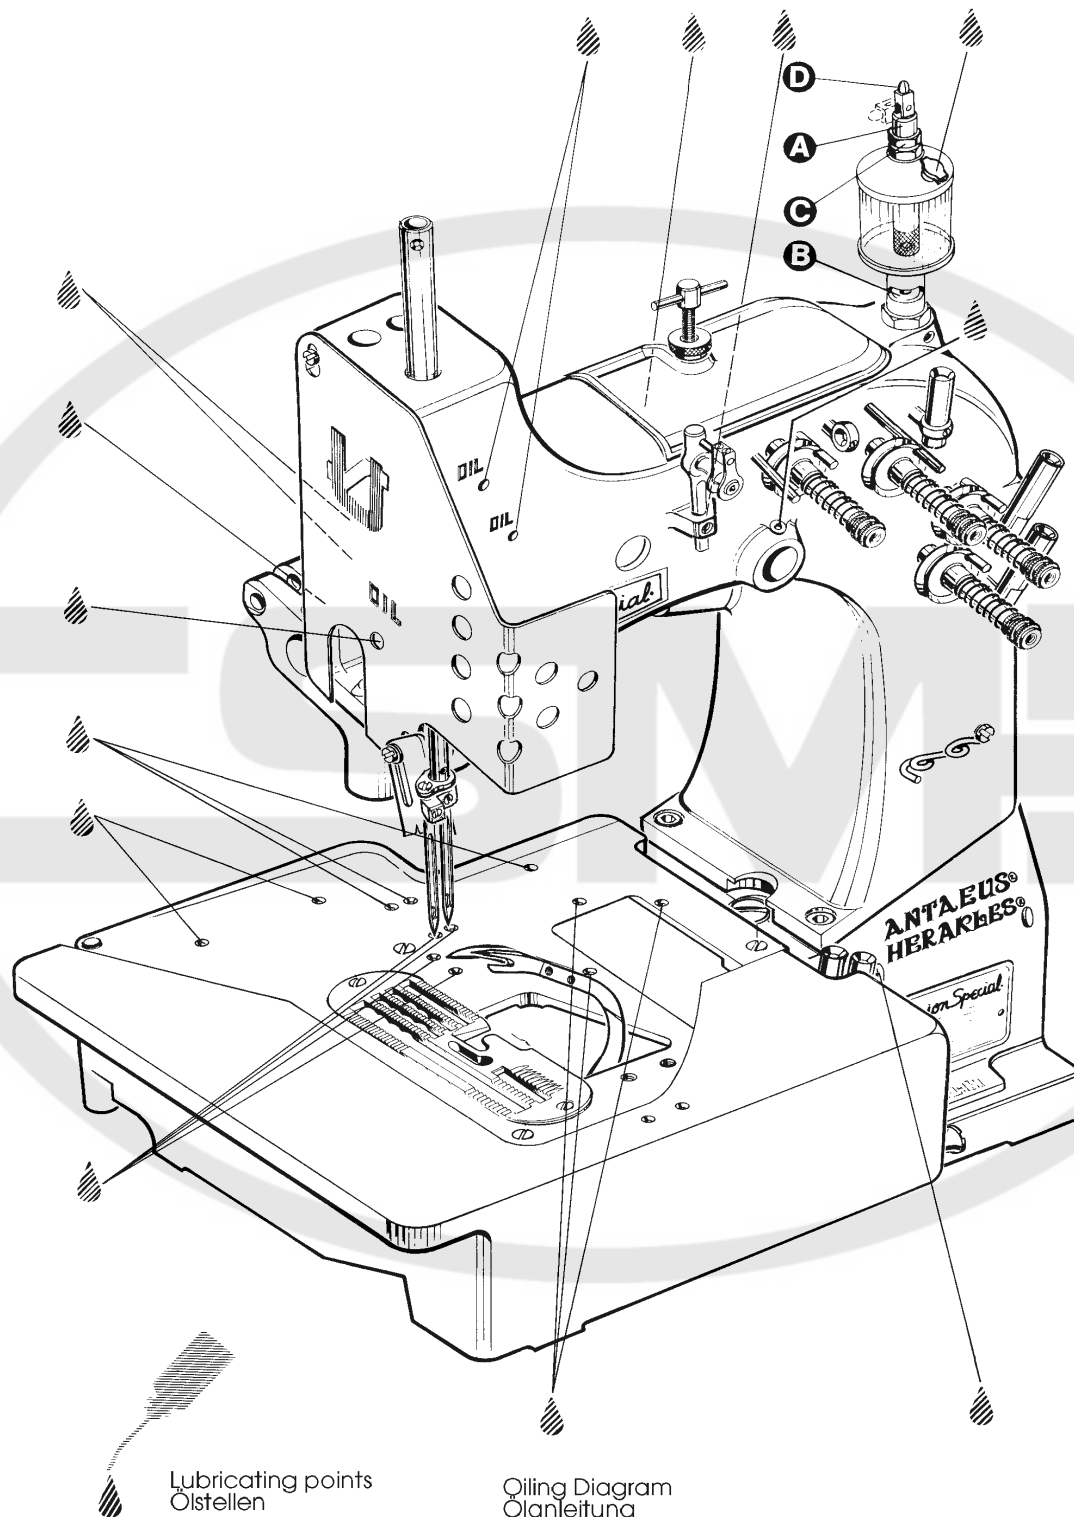
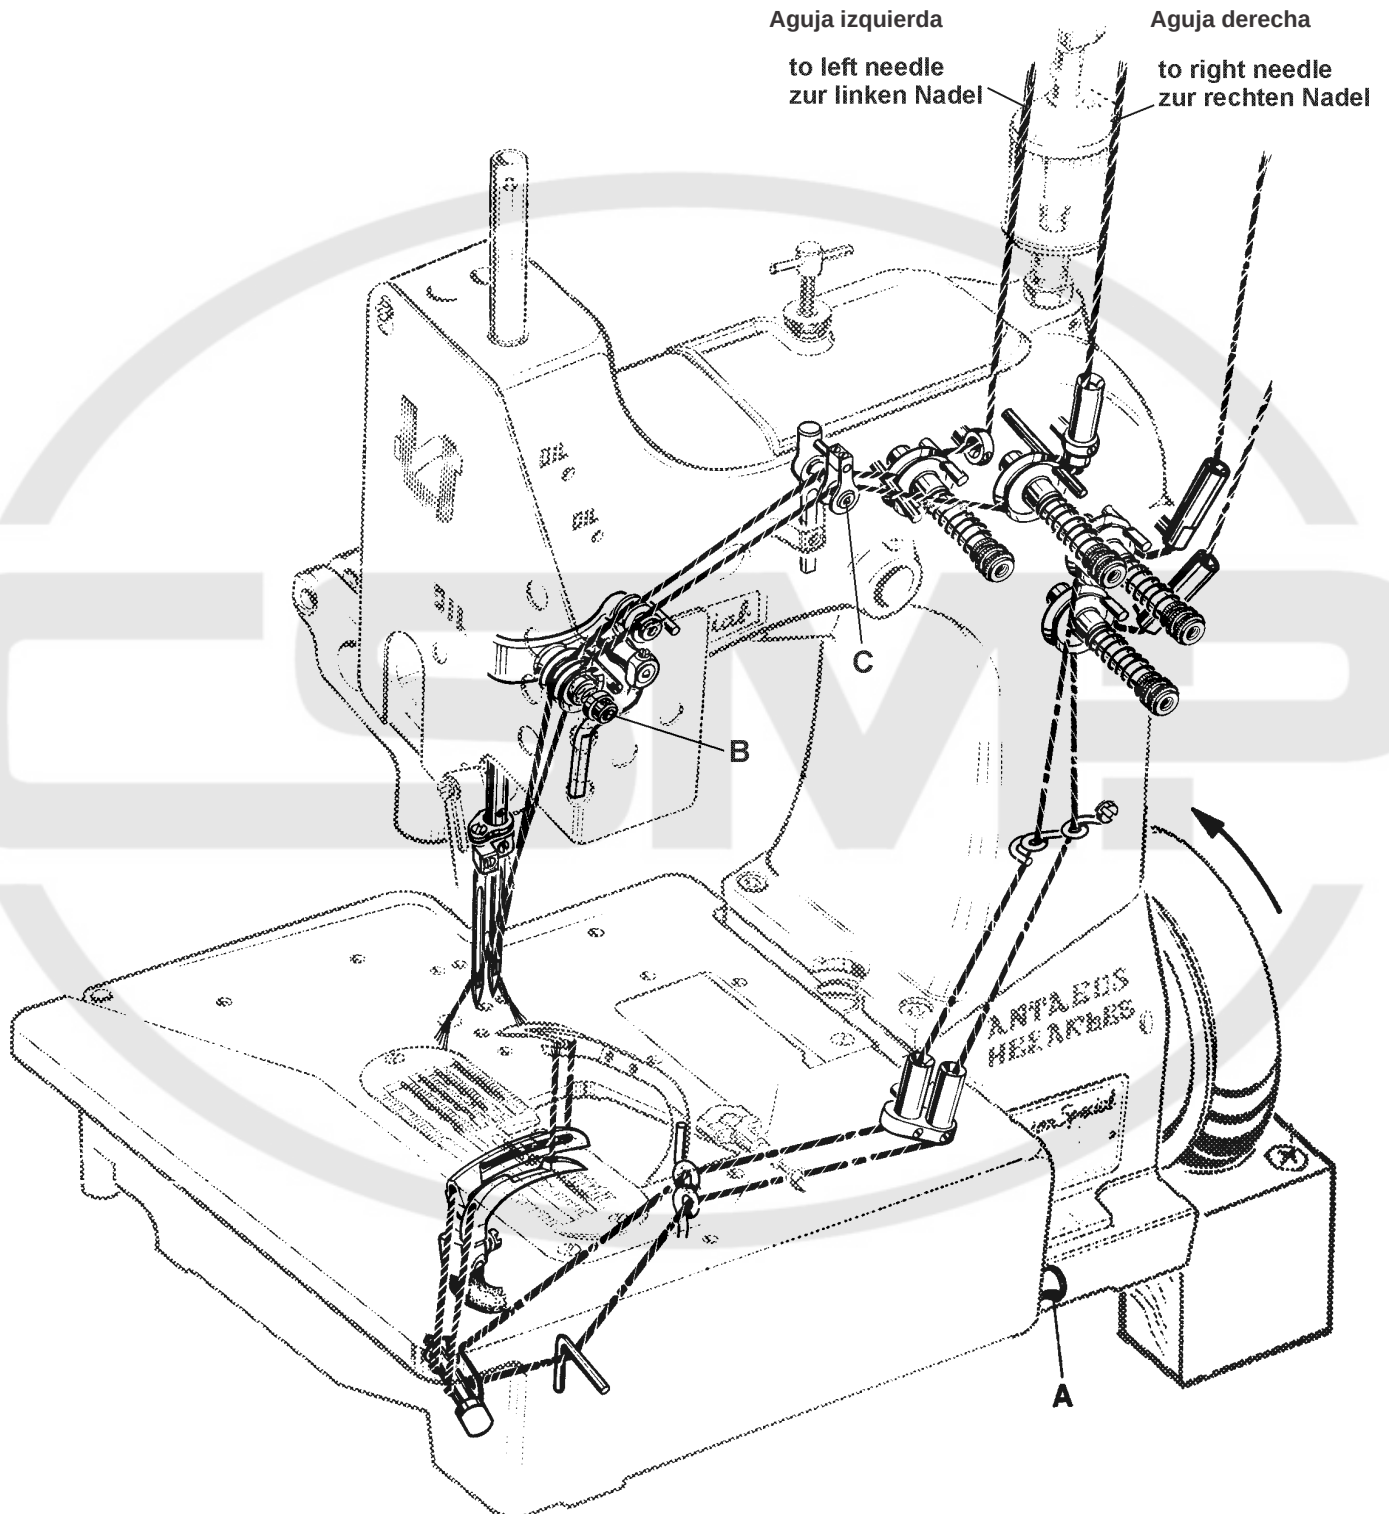

Fig. 1
Fig. 2
2. Monte la placa de base (A, Fig. 1) con los 4 tornillos, las tuercas y las arandelas (B) en los huecos ya listos en la tabla de la mesa.
3. Coloque la máquina sobre la base, de manera que el pasador de regulación (C) en la placa base, encaje en el hueco derecho trasero de la base de la máquina.
4. Asegure la máquina de coser con los 2 tornillos T (D) en la placa de base.
6. Monte el volante (E) con los 3 tornillos remache (F) a la máquina de coser. El pasador (G) debe encajar en el hueco de la parte central del volante (H).
7. Atornille el protector de la barra de aguja (J).
8. Apriete la aceitera (K).
9. Alinee el guarda correa del volante (L) con la perforación para la correa en la mesa (M) y con la rueda del volante y sujételo con los 2 tornillos para madera (N) a la mesa.
10. Desmonte el guarda correa del motor. Coloque la correa en V alrededor del volante y ajuste el motor para tensar la correa. La tensión del la correa en V será la correcta cuando ejerciendo presión moderada con el dedo ceda en aprox. 10mm (3/8 pulgada) en la mitad entre la rueda del volante en la máquina de coser y la rueda del motor (Ver Fig. 2). Coloque nuevamente el guarda correa del motor.
Before operating a new machine for the first time, the sight feed oiler has to be adjusted. All lubricating points, indicated on the oiling diagram (Fig. 1) have to be oiled. For adjusting fill the sight feed oiler halfway with oil and turn the metering pin (A, Fig. 1) a little bit out and then turn it in, until there will flow two to three drops of oil per minute. This can be checked on the sight glass (B). Secure the setting of the metering pin with lock nut (C). Fill the oiler.
Antes de poner en marcha una nueva máquina por la primera vez, hay que fijar y ajustar el engrasador cuentagotas. Lubrique todos los puntos indicados en el diagrama de lubricación (Fig. 1). Llene el engrasador cuentagotas hasta la mitad con aceite y ajuste girando el pasador de la regulación (A, Fig. 1) en tal manera que suministre aproximadamente dos gotas de aceite por minuto. Este ajuste se puede revisar a través del vidrio (B). Asegure la posición del pasador de la regulación con la contratuerca (C). Llene el engrasador cuentagotas con aceite.
81300 series are threaded as shown in Fig. 2.
For threading the needle turn handwheel in operating direction until the needle is in the upmost position. For looper threading open the hinge plate by lifting locking bolt knob (A, Fig. 2).
The machines of class 81300 have to be cleaned and lubricated twice a day before the morning and afternoon start on the lubrication points indicated on the oiling diagram (Fig. 1, page 10). The sight feed oiler has to be kept filled and should be adjusted so, that it feeds two to three drops of oil per minute. The oiler has to be refilled latest, when 2/3 of the oil are used up (see also page 11).
Las máquinas de la serie 81300 se enhebran como se muestra en la Fig. 2.
Para enhebrar la aguja gire el volante en dirección de operación hasta que la aguja alcance su posición mas alta. Para enhebrar el looper, abra la tapa delantera levantando el tornillo de la manivela (A, Fig. 2).
Las máquinas de la serie 81300 hay que limpiar dos veces al día – preferiblemente en la mañana y en la tarde antes de empezar la operación - y lubricar con aceite en los puntos indicados en el diagrama de lubricación (Fig. 1, pág. 10). Llene el engrasador cuentagotas hasta la mitad con aceite y ajuste girando el pasador de la regulación en tal manera que suministre aproximadamente dos gotas de aceite por minuto. Hay que rellenar el engrasador cuentagotas con aceite cuando se hayan consumido 2/3 de su contenido. (Ver también pág. 11)